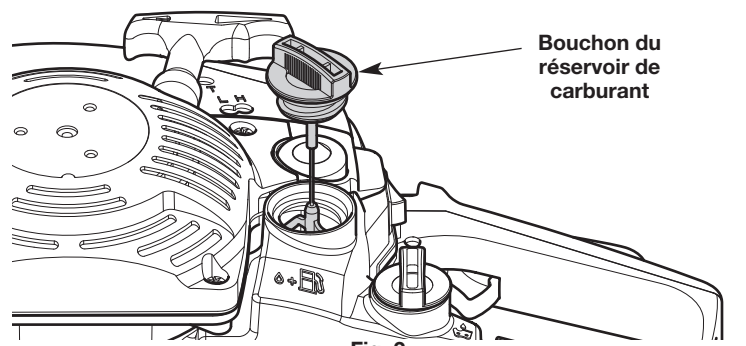

Fig. 2
2. Retirez lentement le bouchon du réservoir d'essence (Fig. 2).